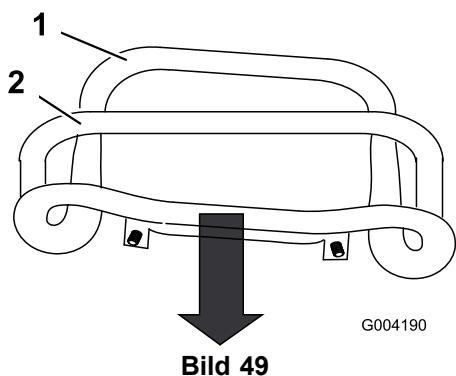

Bild 49
3. Ziehen Sie den Fahrantrieb gerade nach hinten, sodass die Vorderseite des Fahrantriebs den Anschlagbügel berührt (Bild 49).